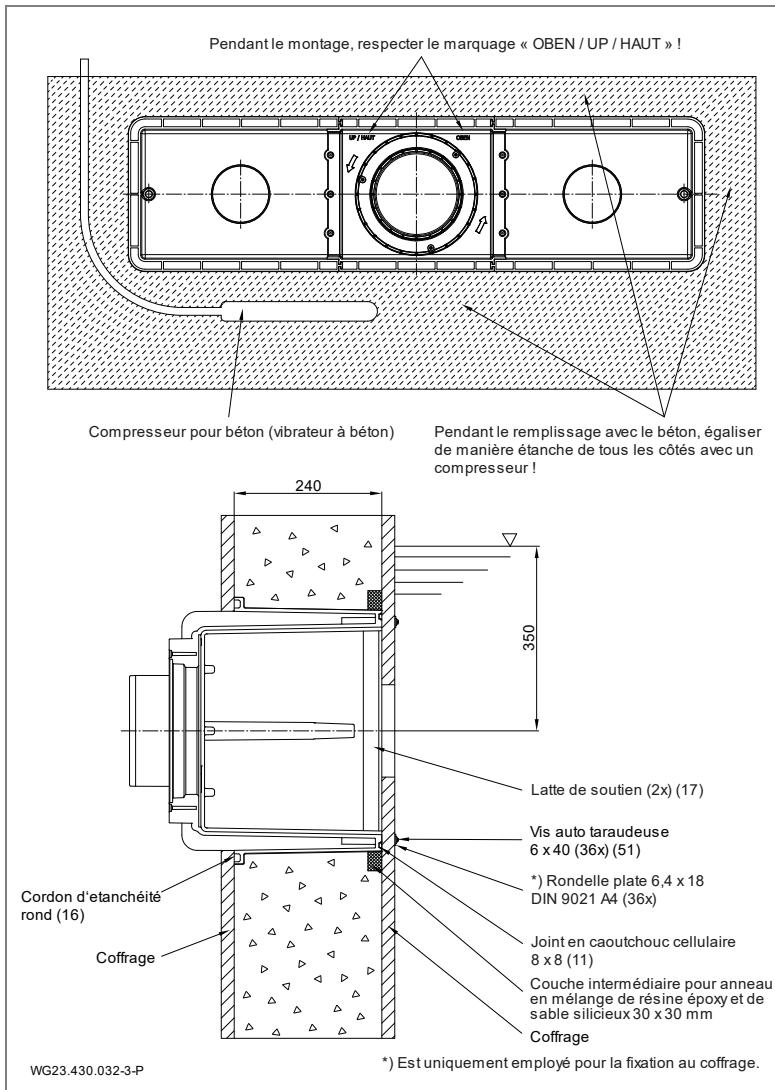

Fig. 5
Pour l'étanchement par rapport au mur en béton, il est recommandé de créer un anneau en résine époxy / sable silicieux sur tout le pourtour de la paroi extérieure côté bassin du boîtier (1). Voir "Fig. 5", page 22
1. Profondeur de montage : le centre du boîtier de montage (1) doit être monté 35 cm au-dessous de la surface de l'eau.
3. Coincer les lattes de soutien (17) entre les deux chevauchements de la face intérieure du boîtier.
4. Enfoncer à la main le joint en caoutchouc cellulaire (11) sans traction le long de la rainure sur le boîtier (1). Fixer au sol avec une goutte de colle à prise rapide.
5. Insérer le joint torique d'étanchéité (16) dans la rainure du boîtier.
6. Orienter le boîtier de montage (1) en respectant le marquage « OBEN / UP / HAUT » puis le fixer avec les vis autotaraudeuses (51) au coffrage.